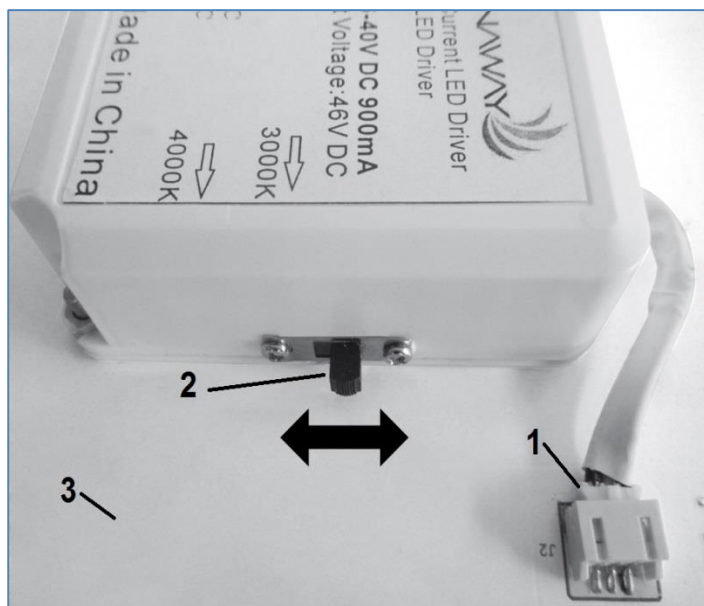
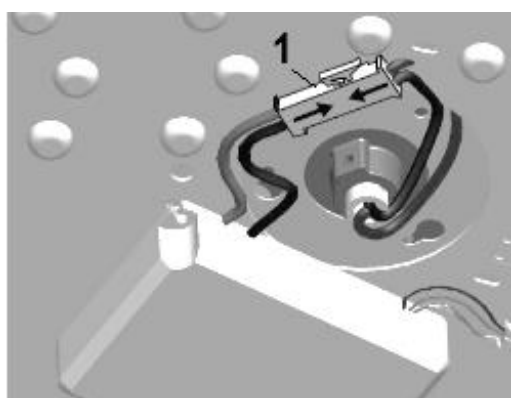

Fig. 7
Fig. 8
- 4) Sluit de bovenste stekker (1) van de aandrijving aan op het onderste stopcontact (1) op het LED-paneel (3). Fig.7
- 5) Selecteer de kleurtemperatuur (3000K of 4000K) door de schakelaar om te zetten (2).
- 6) Sluit de bovenste aansluiting van de motor aan op de onderste aansluiting (1) van de aandrijving. Fig.8